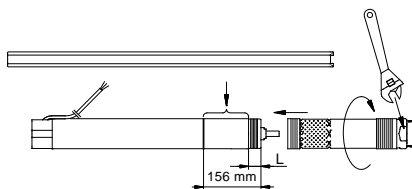

Fig. 6
1. Inserire il motore orizzontalmente in una morsa e serrare, vedere fig. 6.
Attenzione: L'albero della pompa deve essere collegato con l'albero del motore. Servirsi di una chiave opportuna che imbrocchi sui piani dell'estremità del corpo pompa opposta al motore, vedere fig. 6.